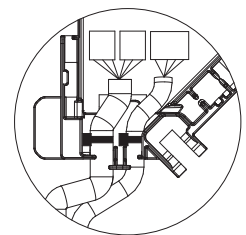

Fig. 10-15
- Accertarsi che il nastro per il fissaggio dei cavi di giunzione dell'i-see Sensor e del ricevitore di segnale sia posizionato all'interno della scatola dei connettori. (Fig. 10-15)